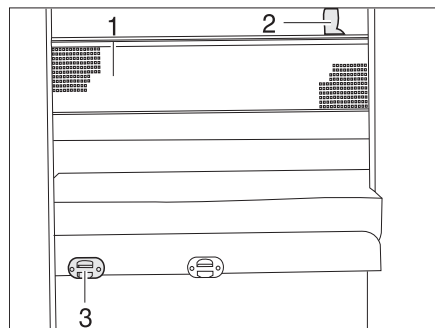

Fig. 157 Filet de sécurité
- Accrocher l'échelle de montée par les longerons sur le bandeau (Fig. 157,3) installé sur le cache.
Le filet de sécurité (Fig. 157,1) de série est rangé entre le matelas et le sommier à lattes. Ne tendre le filet de sécurité qu'une fois que la personne se trouve dans le lit.
- Faire s'enclencher les sangles de retenue (Fig. 157,2) dans les œillets du plafond.